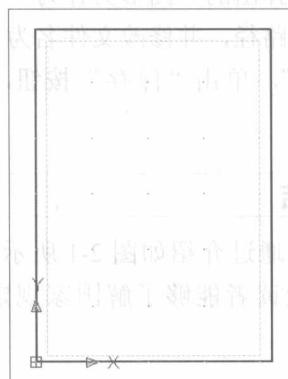
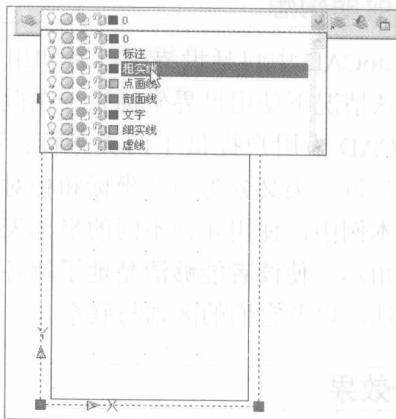

图 3-1 最终效果
图 3-7 修改外边框图层
本例最终效果如图 3-1 所示。
Step 08 选中绘图区域 A4 图框的外边框，单击“图层”工具栏图层列表中的“粗实线”，将外边框设置为“粗实线”层，将外边框的图层由“0”层变为“粗实线”层，如图 3-7 所示。类似地选择 A4 图幅的内边框，将其修改为“细实线”层。在状态栏中单击“线宽”按钮，最终效果如图 3-1 所示。